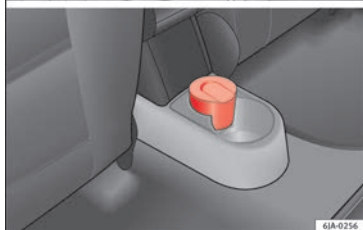

Fig. 155 Consola central: cenicero delantero/cenicero trasero.
- El cenicero » **fig. 155** se saca tirando hacia arriba.